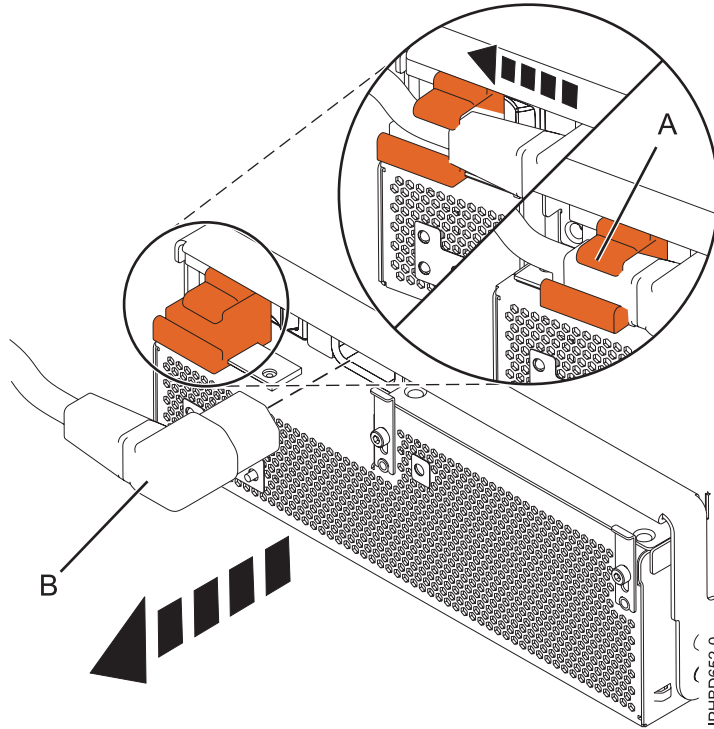

Figure 6. Déconnexion du câble d'alimentation de l'avant d'une unité d'extension
6. Pour l'alimentation électrique que vous voulez retirer, faites glisser le support de câble en position ouverte (**A**) puis débranchez le câble d'alimentation (**B**) comme illustré à la figure 6, à la page 10.